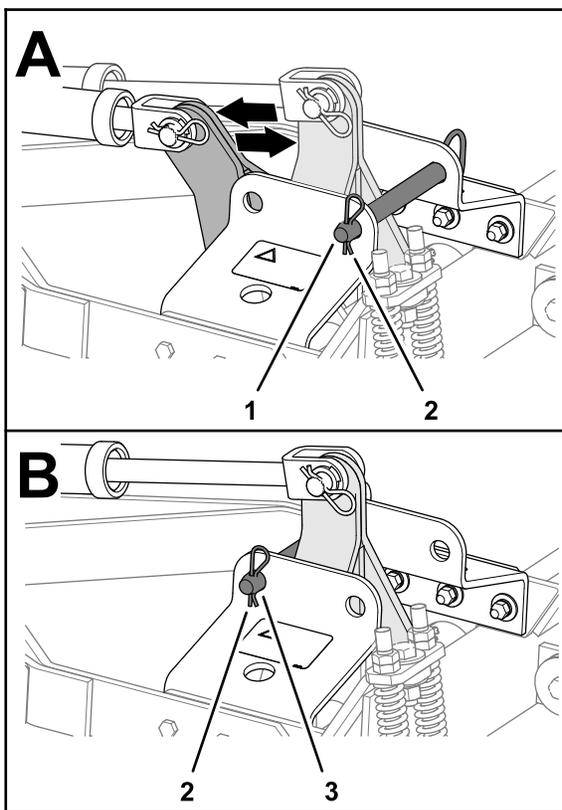

图22
2. 拔掉发卡销将锁销移至锁杆支架的后孔收起/打孔位置并用发卡销将锁销固定至支架图22。
7. 拔掉发卡销将锁销移至锁杆支架的前孔运输位置并用发卡销将锁销固定至支架图22。